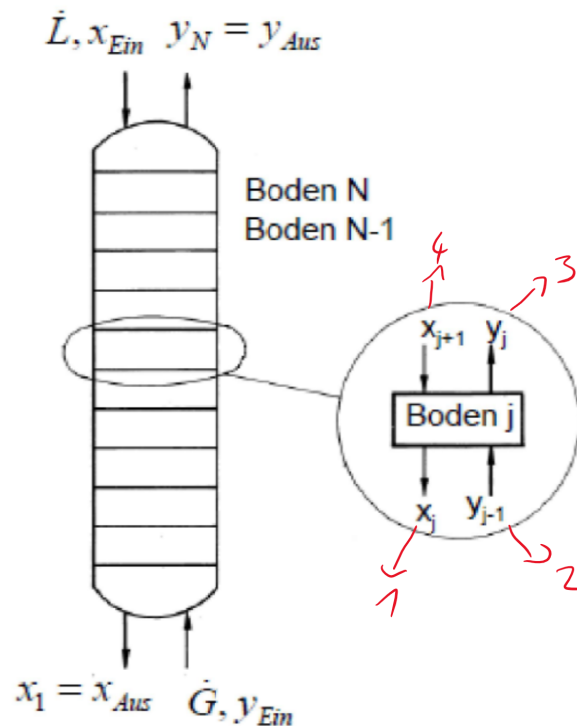

Abbildung 1.1: Bilanzierung eines Kolonnenbodens. Schwarz: Von Herrn Repke vorgegeben, Rot: in der Prüfung selbst eingefügt
I.: Ich habe mir willkürlich eine Trennstufe herausgesucht (Stufe 3) und diese dann Bilanziert (Abbildung 1.1).